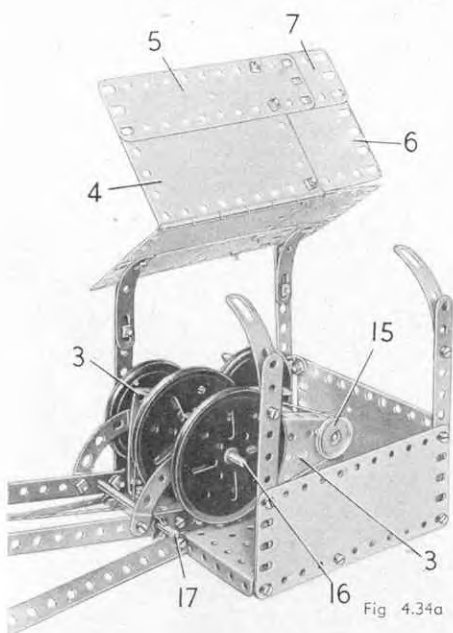

Fig. 4.34a
Le déplacement du chariot est commandé par une manivelle qui porte une poulie de 25 mm, (15) (fig. 4.34a). Cette poulie est reliée par une corde à une poulie de 75 mm. fixée sur une tringle de 10 cm. (16). Une corde attachée à une chape boulonnée sous le chariot passe autour d'une seconde poulie de 75 mm. montée sur la tringle (16); elle passe ensuite sous la tringle (17), autour d'une poulie de 12 mm. montée sur la tringle (18) et est enfin attachée à une courroie de transmission de 65 mm. Cette dernière est fixée sur la chape.